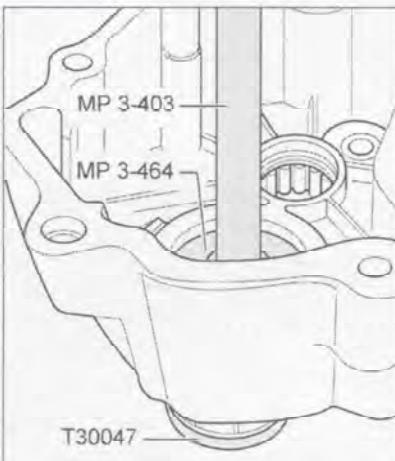

Рис. 7.229. Установка заднего подшипника первичного вала.
2. Запрессуйте задний подшипник первичного вала с помощью специального инструмента (рис. 7.229).